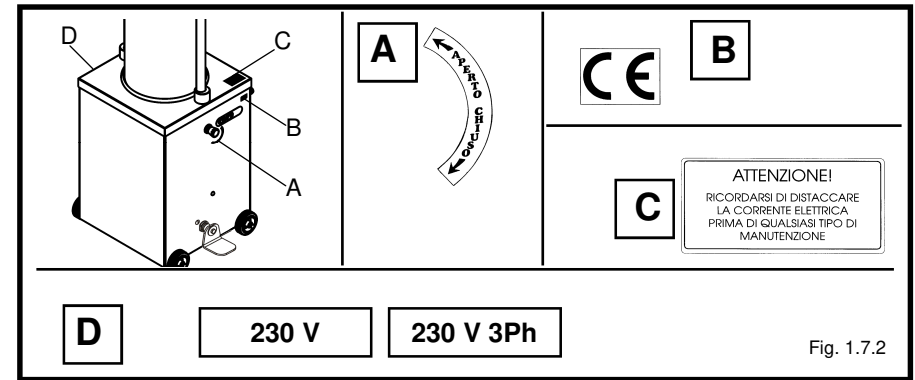

Fig. 1.7.2
1.7.1 - Warning and danger plates (fig. 1.7.2)